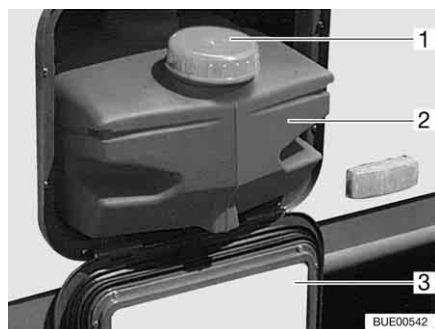

Fig. 177 Réservoir d'eau 22 l
Fermer le réservoir d'eau pendant le transport, à l'aide du couvercle de fermeture (Fig. 177,1).
- Ouvrir le portillon de service (Fig. 177,3) (voir chapitre 6).
- Soutirer le réservoir d'eau (Fig. 177,2).
- Soutirer le réservoir d'eau (Fig. 177,2) et le vidanger.